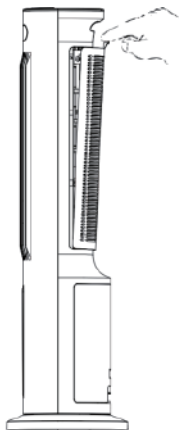

figure 2
2. Comme le montre la figure 2, appuyez sur la poignée du réservoir d'eau vers le haut et retirez le réservoir d'eau ; Vous pouvez retirer les 3/4 de la position pour ajouter de l'eau directement. Lorsque vous ajoutez de l'eau, veillez à ce que la quantité d'eau ajoutée ne dépasse pas la ligne «max.». Si nécessaire, vous pouvez retirer la pompe à eau et le réservoir d'eau pour remplir l'eau, puis réinstaller le réservoir d'eau et la pompe à eau pour les utiliser. Le niveau d'eau doit être inférieur à «max.» et supérieur à «min.». Lorsqu'un vent plus frais est nécessaire, ajoutez des blocs réfrigérants (ou des glaçons) dans le réservoir d'eau. Attention : le niveau d'eau doit également être inférieur à «max.» après l'ajout des blocs ou glaçons.